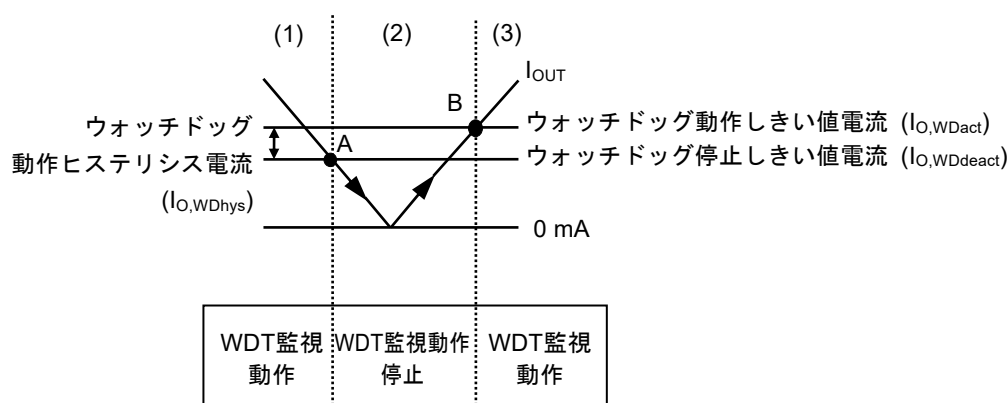

図41 自律ウォッチドッグ動作機能
- (1) レギュレータの I_{OUT} がウォッチドッグ動作しきい値電流 ($I_{O,WDact}$) 以上で、 V_{WADJ} は基準電圧 (V_{ref}) より高くなり、コンパレータ (C1) の出力は "H" になります。このとき、ウォッチドッグタイマは監視動作を行います。
- (2) I_{OUT} が低下し、ウォッチドッグ停止しきい値電流 ($I_{O,WDdeact}$) (図41のA点) 以下になると V_{WADJ} は V_{ref} 以下となり、C1の出力は "L" になります。このとき、ウォッチドッグタイマは監視動作を停止します。 I_{OUT} が上昇しても、 $I_{O,WDact}$ 未満の場合、ウォッチドッグタイマは監視動作を停止したままです。
- (3) さらに I_{OUT} が上昇して $I_{O,WDact}$ (図41のB点) 以上になると V_{WADJ} は V_{ref} 以上になり、C1の出力は "H" になり、ウォッチドッグタイマは監視動作を開始します。